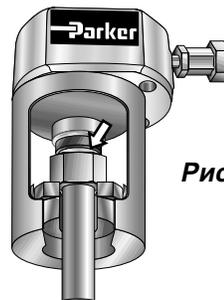

Рисунок 4
4. Закройте клапан сброса давления гидравлического насоса. Качайте до тех пор, пока гидроцилиндр не достигнет остановки. В этой точке будет чувствоваться увеличение сопротивления рукоятки; гайка будет находиться напротив кромки плашки для корпуса (рис. 4).